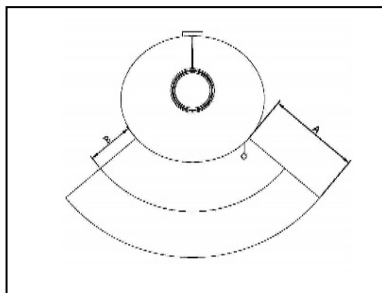

Fig. 2
Per gli elementi costruttivi, i mobili e i tessuti di arredamento infiammabili situati nella zona di irraggiamento della stufa è necessario rispettare una distanza minima di **150 cm (A)**, misurati dal bordo anteriore dell'apertura del focolare. La distanza di sicurezza si riduce ai **75 cm (B)** qualora di fronte all'elemento sia installata una protezione areata (v. fig. 2).